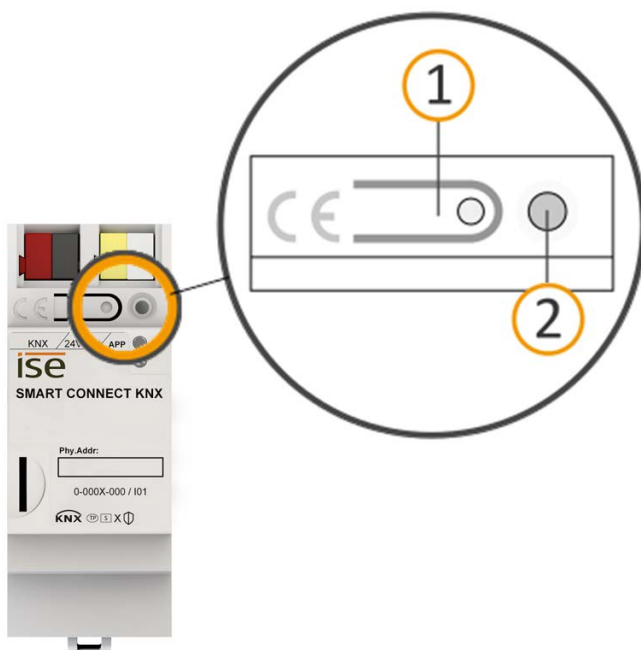

Abbildung 27: Programmierung
1. Drücken Sie kurz die Programmiertaste (siehe Abbildung 27, Pos. 1). Alternativ können Sie die Programmiertaste auch über die Gerätewebseite betätigen. Die Programmier-LED (siehe Abbildung 27, Pos.2) leuchtet rot.
1. Drücken Sie die Programmier­taste (siehe Abbildung 27, Pos. 1) und halten Sie diese weiter gedrückt, während Sie die Spannungsanschlussklemme aufstecken.